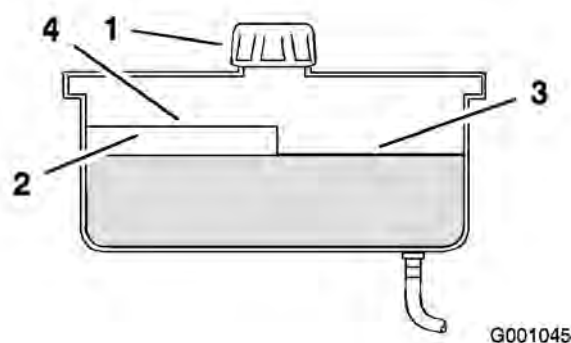

Figura 64
4. Limpie alrededor del cuello de llenado y el tapón del depósito de aceite hidráulico (Figura 64).
5. Retire el tapón del cuello de llenado. Mire dentro para comprobar el nivel de aceite en el depósito. (Figura 64).
- Nota:** El nivel de aceite debe llegar a la parte superior del nivel caliente del tabique cuando el aceite está caliente (Figura 64).